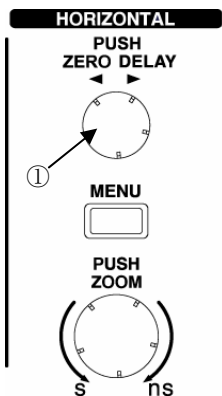

図 2.35 キー、ノブのレイアウト
- ① 図 2.35 の [DELAY] ノブを反時計回りに回します。